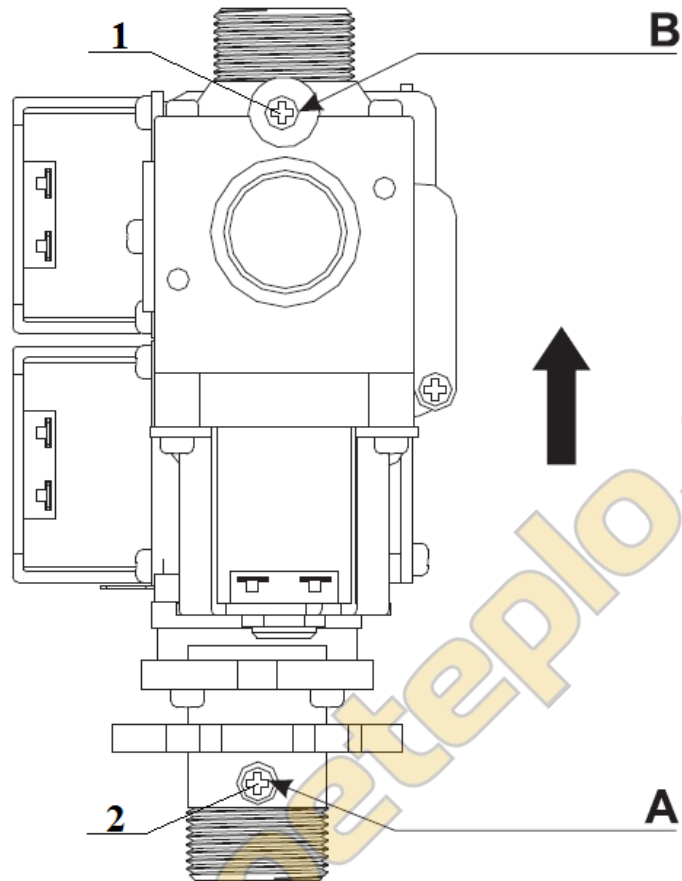

Рис. 21. Газовый клапан
- Отвинтите винт **1** и подключите газовый манометр к штуцеру замера давления газа «В» на выходе из газового клапана (см. рис. 21);